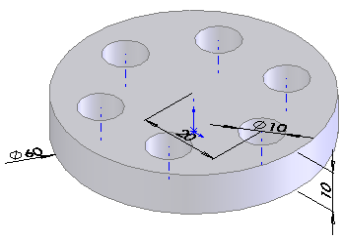

图 7-42 圆盘零件尺寸图示
**02** 插入“圆盘”文件。在弹出的“开始装配体”属性管理器中，单击“浏览”按钮，插入已绘制的名为“圆盘”文件，并调节视图中零件的方向，圆盘零件的尺寸如图 7-42 所示。